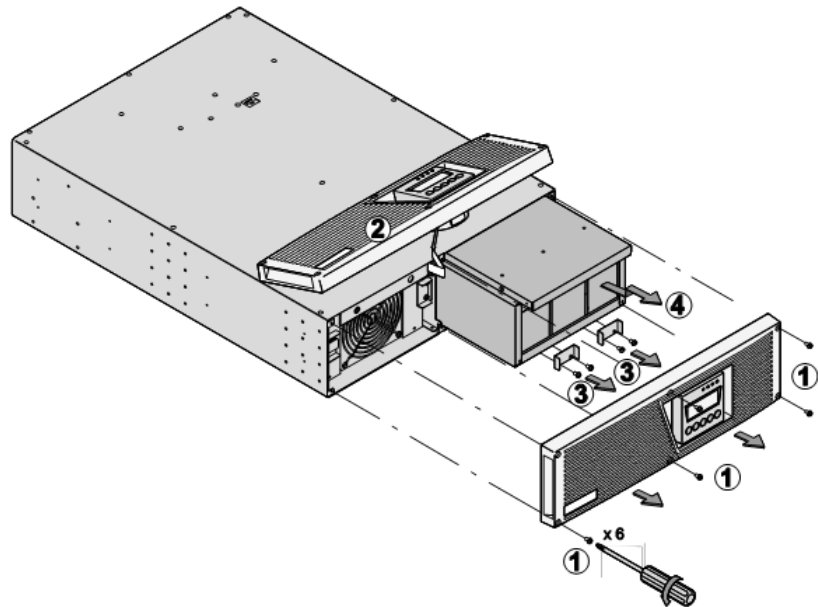

Abbildung 5. Entfernen des Batterieträgers
2. **Empfehlung:** Entfernen Sie den Batterieträger aus der USV (siehe Abbildung 5):